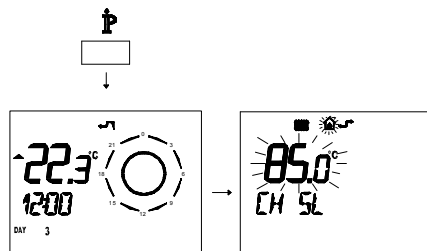

Figura 5.85
- Premere per più di 3 secondi il pulsante  $\dot{P}$  per entrare in modalità *INFO* (Figura 5.85).